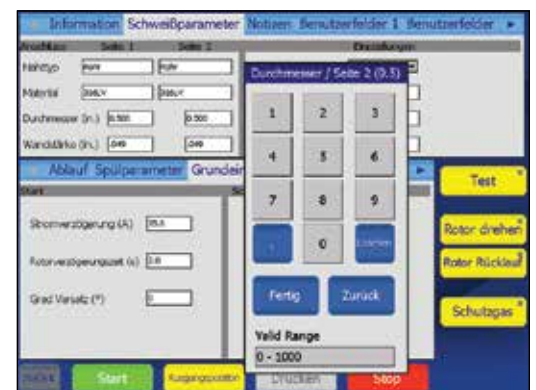

Abb. 14: Numerische Tastatur
- Drücken Sie auf die Ziffern-Schaltflächen (Abb. 14), um Informationen einzugeben. Drücken Sie auf „Fertig“ (Done), um die Einstellungen zu speichern und die Tastatur zu schließen.